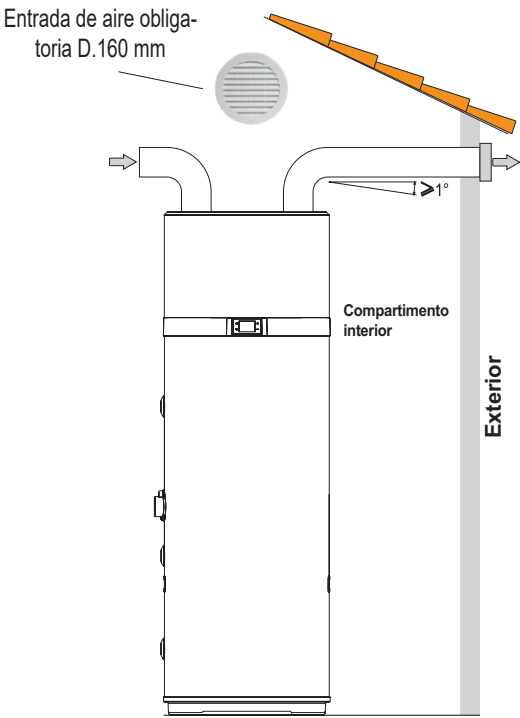

fig. 53 -Ejemplo de conexión de salida de aire
- Realizar un canal de aire dedicado como se indica en la fig. 53.